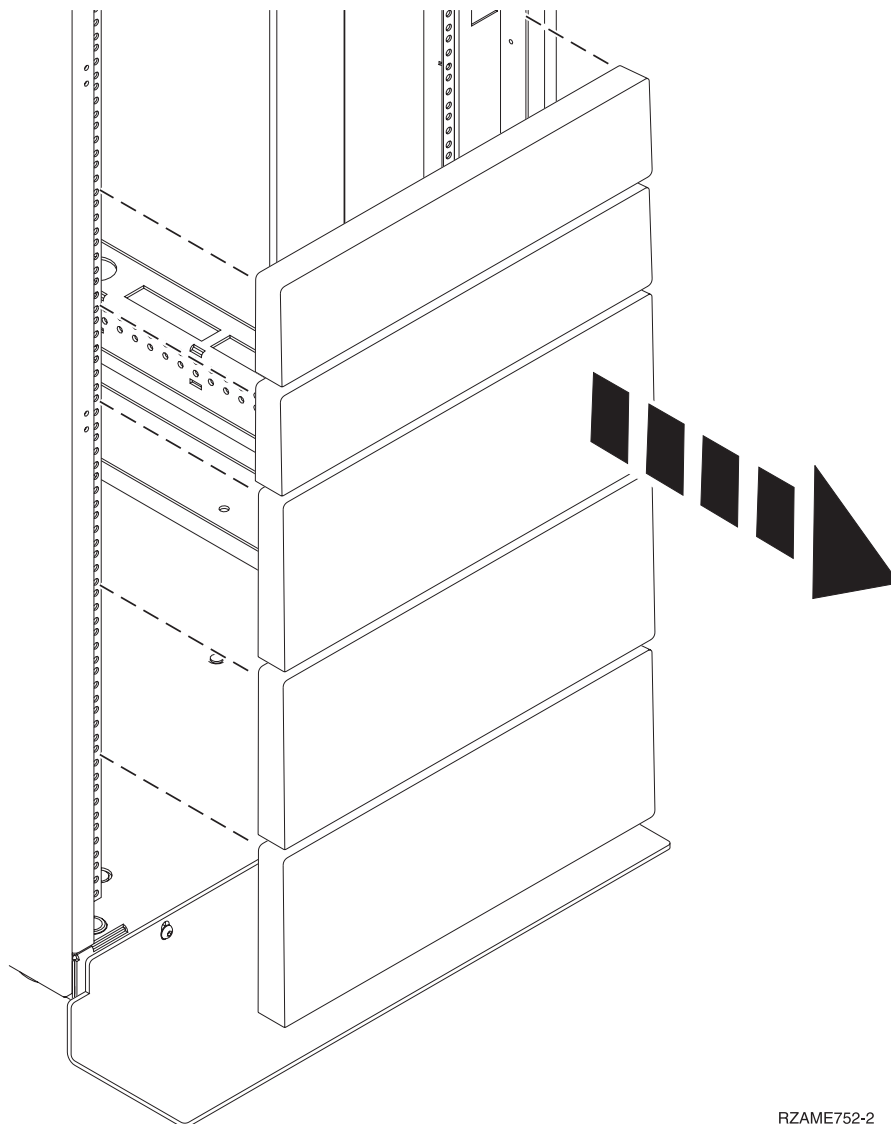

図 1. フィラー・パネルの取り外し
3. 必要であれば、装置を配置する計画のラック・エンクロージャーの内側にアクセスできるよう、フィラー・パネルを取り外します。詳しくは、図 1を参照してください。